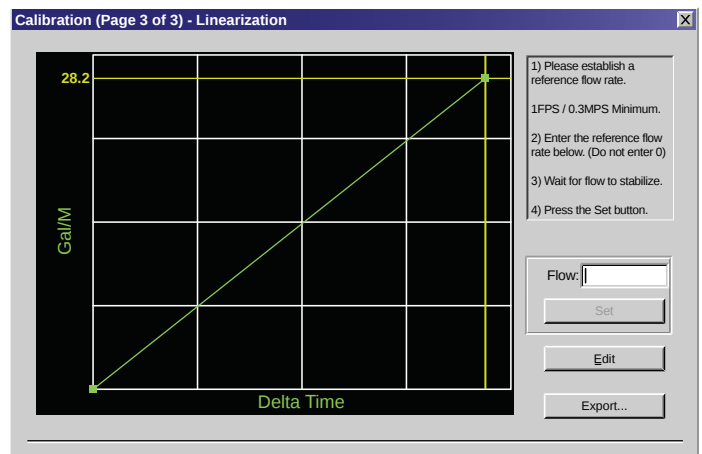

ABBILDUNG 2.8 – KALIBRIERUNGSEITE 3 VON 3
- 3) Klicken Sie im Popupfenster zweimal auf die Schaltfläche **Next** (Weiter), um zu Seite 3 von 3 zu gelangen. Siehe **Abbildung 2.8**.
9) Der Prozess wechselt zu Seite 3 von 3 zurück. Klicken Sie auf **Beenden**. Siehe **Abbildung 2.8**.